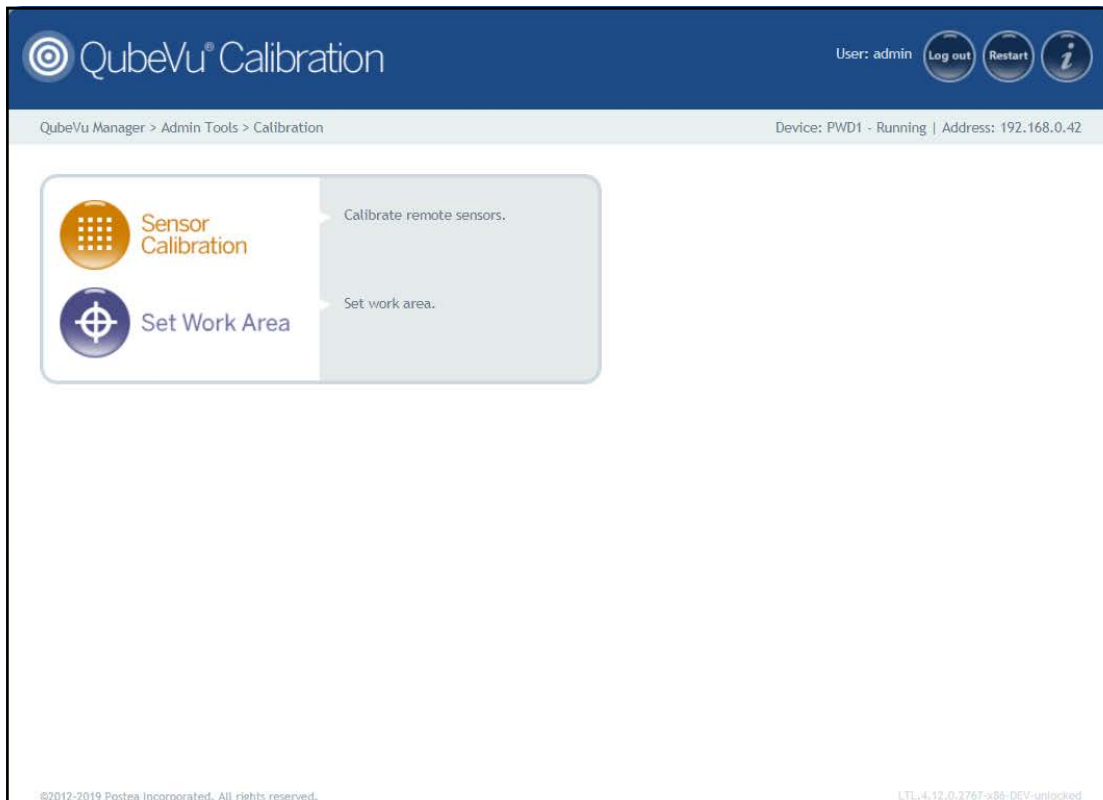

Abbildung 5-3. Menü „Calibration“ (Kalibrierung)
1. Drücken Sie im Menü **Calibration** (Kalibrierung) (Abbildung 5-3 auf Seite 23) auf  **Sensor Calibration**, um das Menü **Remote Sensors Calibration** (Kalibrierung der Remote-Sensoren) aufzurufen.
1. Drücken Sie im Menü **Calibration** (Kalibrierung) (Abbildung 5-3 auf Seite 23) auf  **Set Work Area**, um das Menü **Set Work Area** (Arbeitsbereich einrichten) aufzurufen.